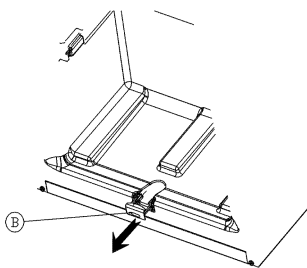

FIGURE -2-
- 2- Retirez la ***bonde de vidange*** (B) située sous le compartiment congélateur (figure-2).